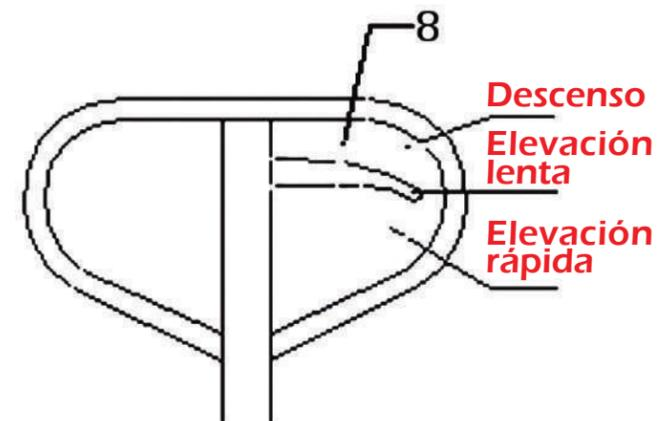
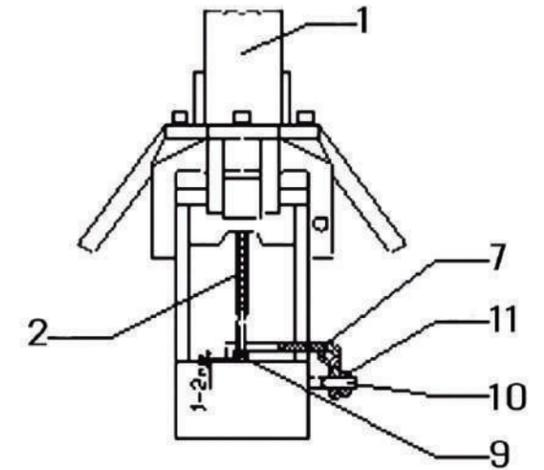

Fig. 3
Fig. 4
3.4 Observe Fig. 3. Ponga el gatillo (8) en posición de levante rápido y ajuste la tuerca (10) al final de la cadena (2) para levantar la palanca (7) más o menos 1-2mm del pedestal. Este procedimiento es necesario cuando el rodacarga es nuevo. Vea Fig. 4
3.5 Pruebe las diferentes modalidades del gatillo (8) para rectificar que el rodacarga funcione correctamente, Vea Fig 3.